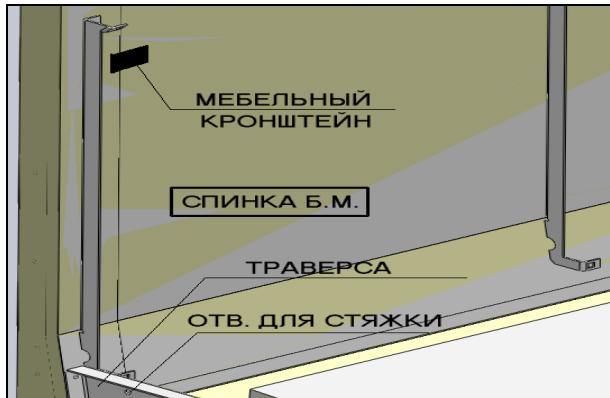

рис. 4
3. Установить мебельные кронштейны (входят в комплектацию витрины) на задней спинке под козырьками (рис. 4), сняв предварительно панели задние стыкуемых витрин. Стянуть витрины через мебельные кронштейны болтами M8X60 с гайками M8 (входят в комплектацию витрин) – рис. 4. Установить панели задние.